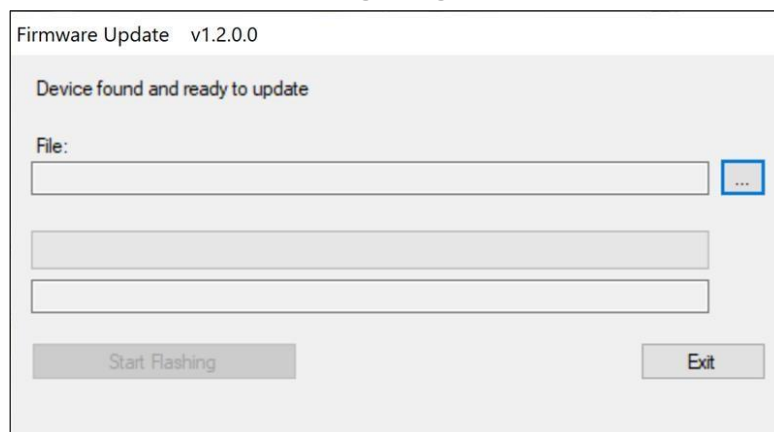

图 55- 固件更新窗口。
9. 在 LightBridge 中，从“工具”下拉菜单中选择“固件升级”（图 54）。图 54).固件更新窗口将出现（图 55）。图 55)。